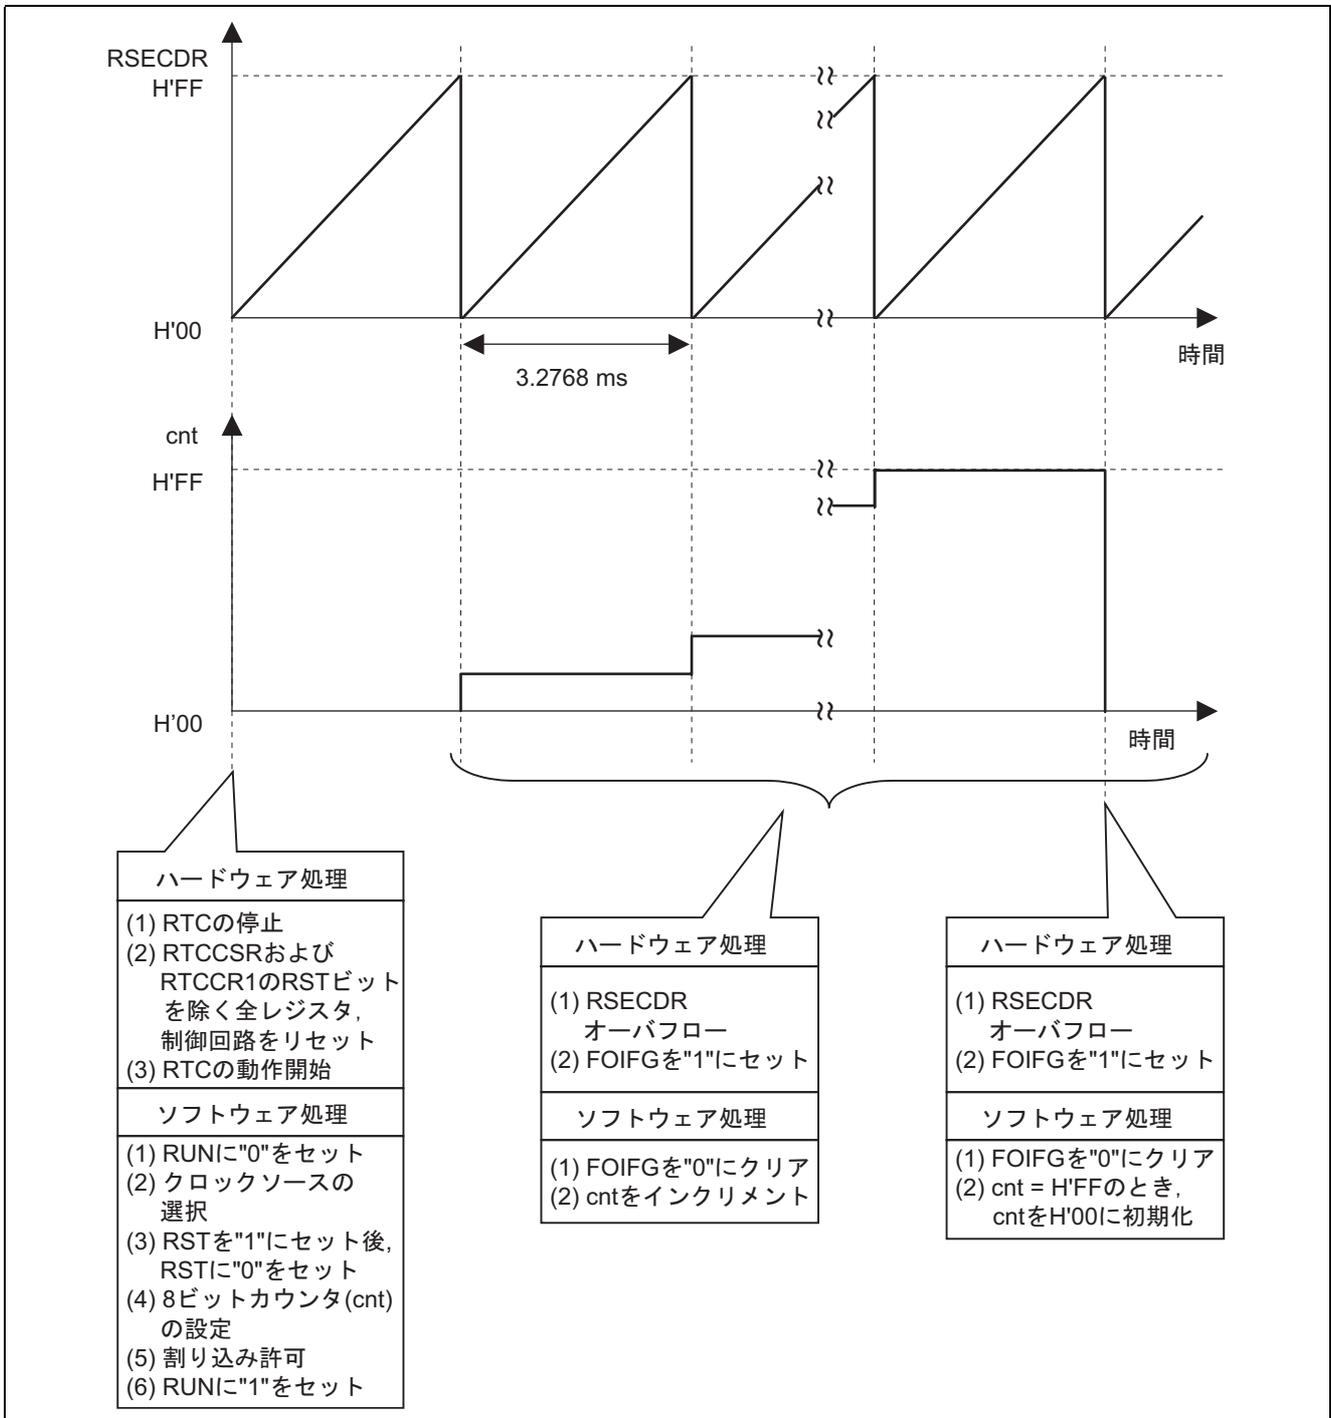

図2 動作説明
- 図2に動作説明を示します。図2に示すハードウェア、ソフトウェア処理により、RTC フリーランニングカウンタ機能による8ビットカウンタ(cnt)のカウントアップ動作をします。